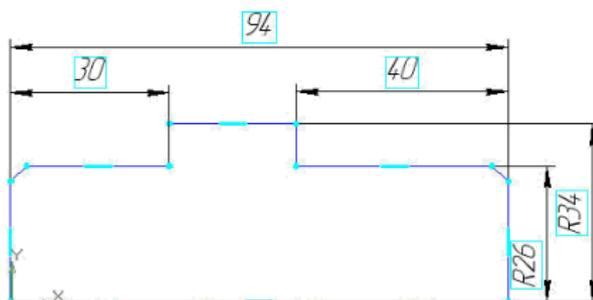

Рис. 1
37. Сравните получившуюся модель с образцом (рис. 1).
4. Используя команды Инструментальной панели Геометрия , вычертите профиль контура. Нанесите размеры (рис. 1).